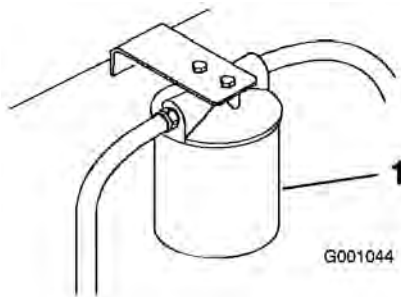

Figure 61
3. Placez un bac de vidange sous le filtre, déposez le filtre usagé et essuyez la surface du joint de l'adaptateur (Figure 61).